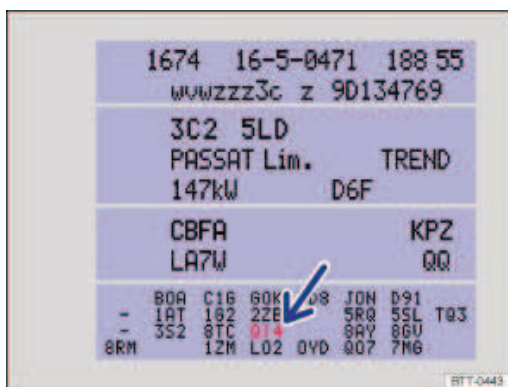

Fig. 233 Étiquette d'identification du véhicule avec numéro PR de l'entretien correspondant (schéma de principe)
- Au numéro PR indiqué sur l'étiquette d'identification du véhicule → Fig. 233 (flèche) → *Caractéristiques techniques*.